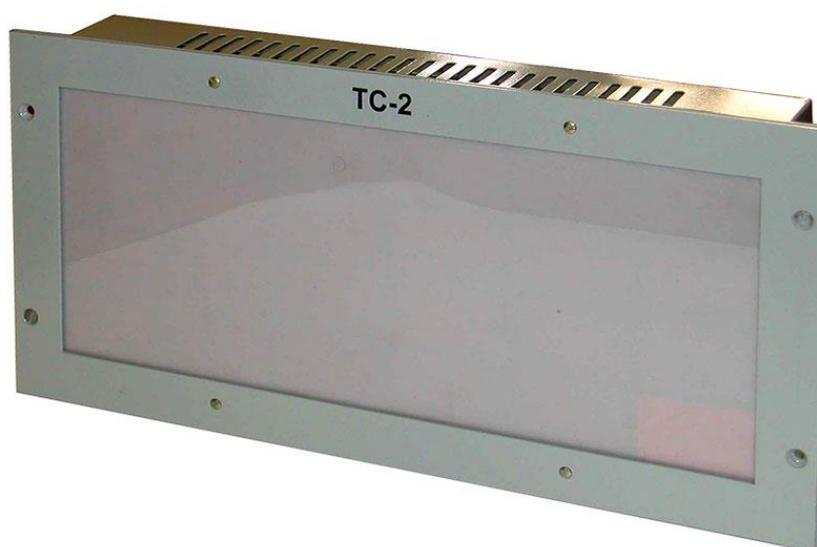

Рисунок 1 – Табло световое ТС-2
2.1.2.1 Панель технологической сигнализации ПТС, со встроенным табло световым ТС-2 (далее табло ТС-2) щитового исполнения (рисунок 1), восстанавливаемым, непрерывного действия, предназначенным для отображения информации, предупреждения оператора световым сигналом об отклонении контролируемых параметров от нормы.